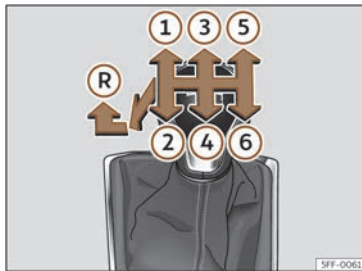

Fig. 146 Grille des vitesses de la boîte manuelle à 6 vitesses.
Les positions des vitesses sont représentées sur le levier de vitesses \gg **fig. 146**.
- Au point mort, appuyez sur le levier de vitesses, déplacez-le complètement vers la gauche puis vers l'avant pour passer la marche arrière \gg **fig. 146** **R**.